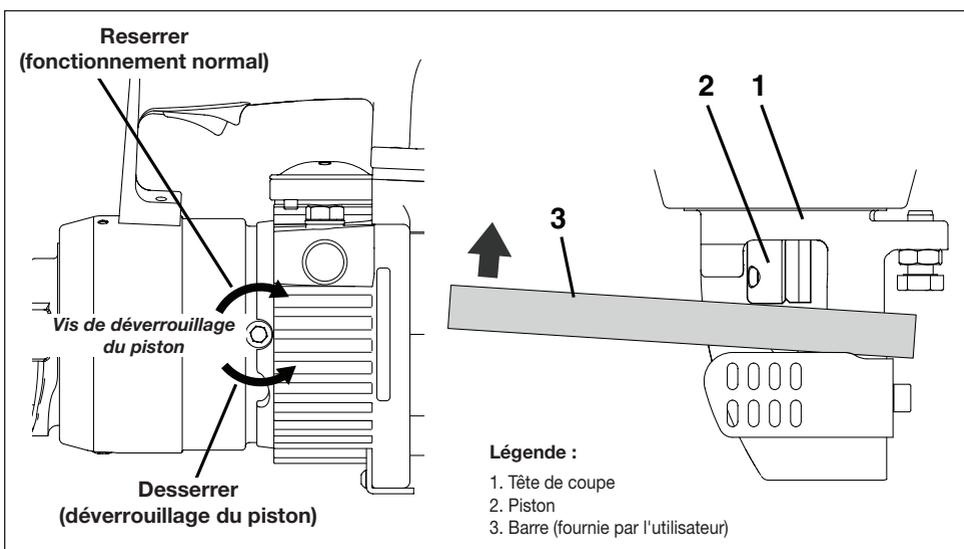

Figure 12, Procédure de rétraction manuelle du piston
Reportez-vous aux étapes suivantes. Voir la figure 12 :
4. À l'aide d'un morceau de barre d'acier, poussez manuellement le piston dans le corps du coupe-barre jusqu'à le ramener à la position d'origine. Voir la figure 12, élément 3. Cela doit permettre de déloger la saleté ou tout autre corps étranger susceptible d'empêcher la rétraction du piston pendant le fonctionnement normal.
8. Nettoyez la partie exposée du piston. Enlevez les débris, les copeaux ou la saleté de cette zone. Voir la figure 12, élément 1.